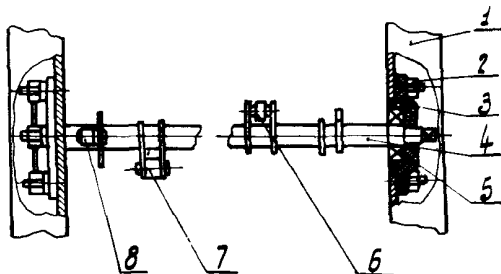

Рис.22. Вал выключателя:
16.3. Свинтить гайки 2 и снять с правой стороны рамы корпус подшипника 3 (рис.22)